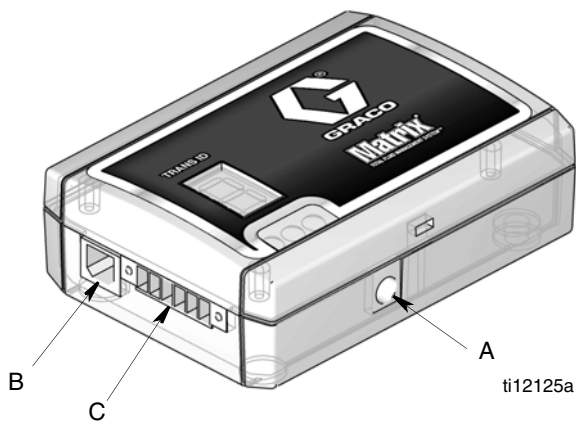

FIG. 4
De zendontvanger wordt gevoed door een elektrische stroomtransformator die aangesloten is op de voedingsconnectorpoort (FIG. 4 (A) en een geaard elektrisch stopcontact.